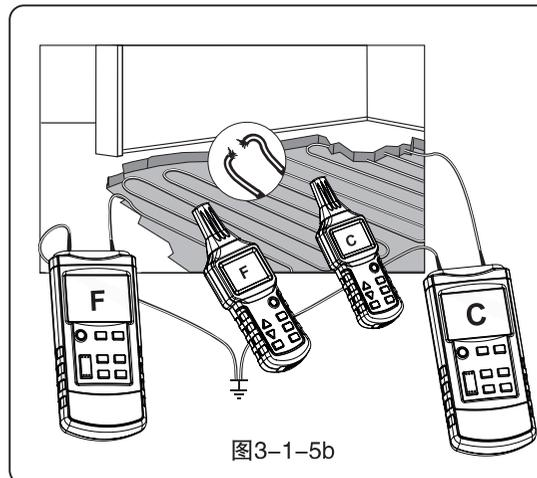

图3-1-5b
- 当使用两个发射机测量时需按照图3-1-5b所示方法连接；